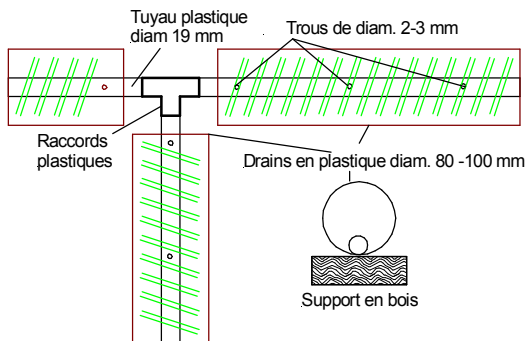
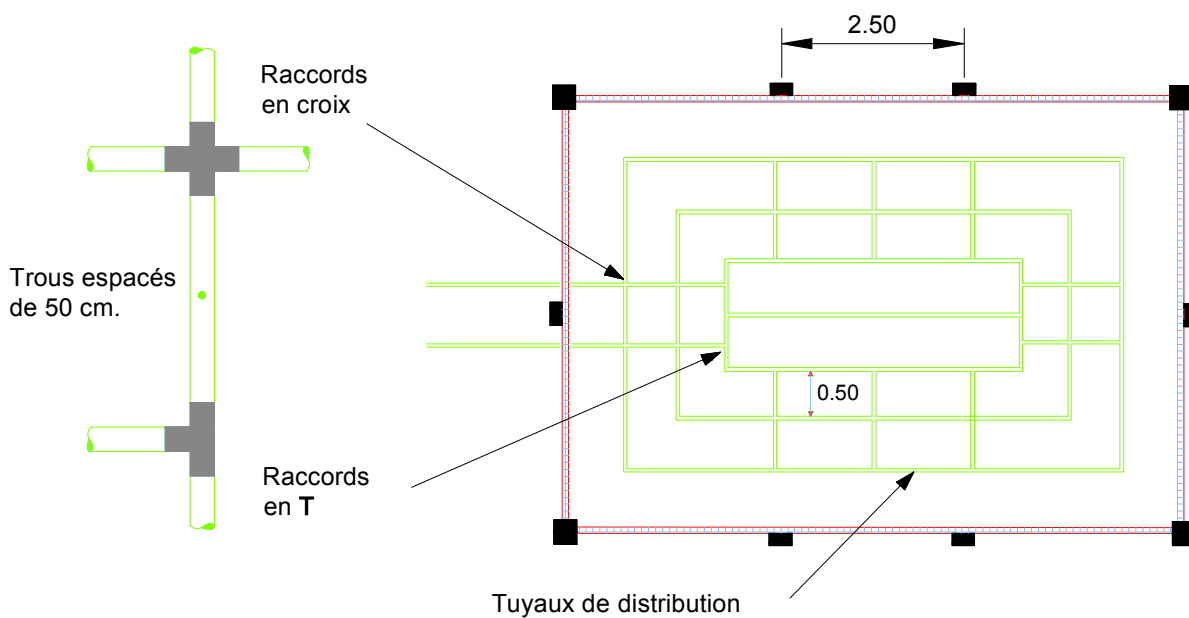

Fig. 1: Détail du montage du tuyau de répartition
Fig 3 : Schéma de répartition des tuyaux d'aspersion du petit-lait sur le lit de compost d'un dispositif rectangulaire
Le tuyau d'arrosage plastique souple doit être découpé en tronçons de bonne longueur et monté au moyen de raccords adaptés (fig.3). Les tuyaux sont percés à chaud (pour éviter les bavures) par des trous de 2 mm de diamètre, espacés de 50 cm et dirigés vers le haut. Ils sont insérés dans un drain en plastique (tuyaux fendus favorisant une meilleure dispersion) de 8 à 10 cm de diamètre (fig.1). Le tout repose sur un gabarit en bois (photo 4, exemple de Pra Cornet), qui sera ensuite recouvert par une couche de 30 cm de bois trituré.
11. Installer le système d'aspersion (photo 4 et fig. 1 et 2), bien protéger les orifices avec des drains plastiques.